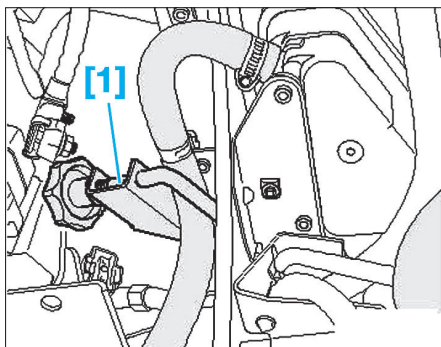

Fig. 17
- d'aspiration de la pompe (Fig.17),